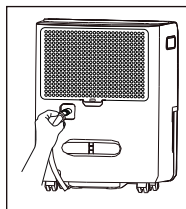

fig. 2
- Insérez l'extrémité fileté femelle du tuyau dans le connecteur de purge de l'unité. (fig. 2)